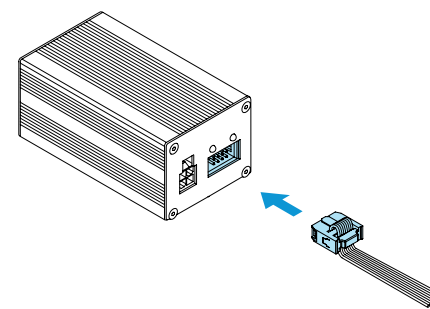

Рисунок 8. Подключение кабеля датчика расстояния
- Подключить кабель для работы с датчиком расстояния (3) к интерфейсному блоку (рисунок 8)